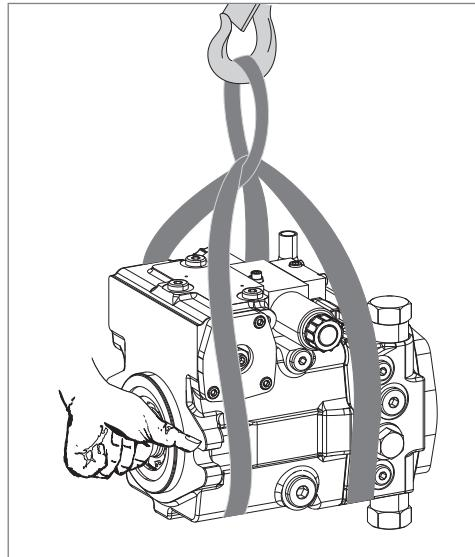

Abb. 6: Transport mit Hebeband
- ▶ Legen Sie das Hebeband so um die Axialkolbeneinheit, dass es weder über Anbauteile (z. B. Ventile, Magnete oder Rohre) verläuft, noch dass die Axialkolbeneinheit an Anbauteilen aufgehängt wird (siehe Abb. 6).